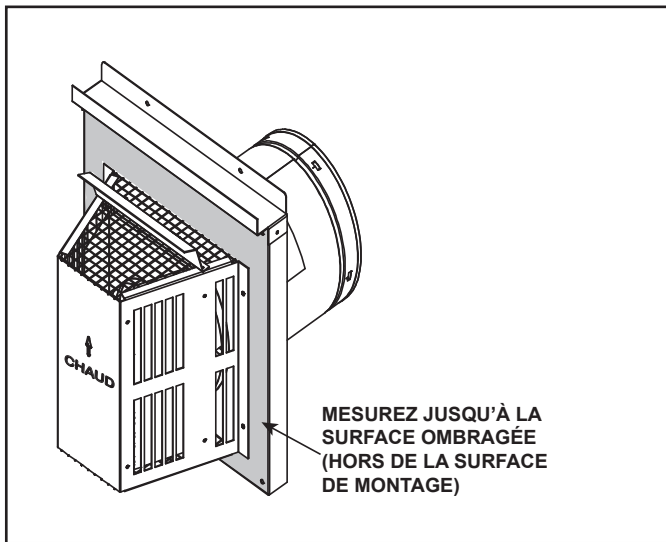

Figure 4.8 Mesure à la surface extérieure de montage
- Les extrémités horizontales sont mesurées par rapport à la surface de montage extérieure (bride du chapeau de l'extrémité). Voir la figure 4.8.